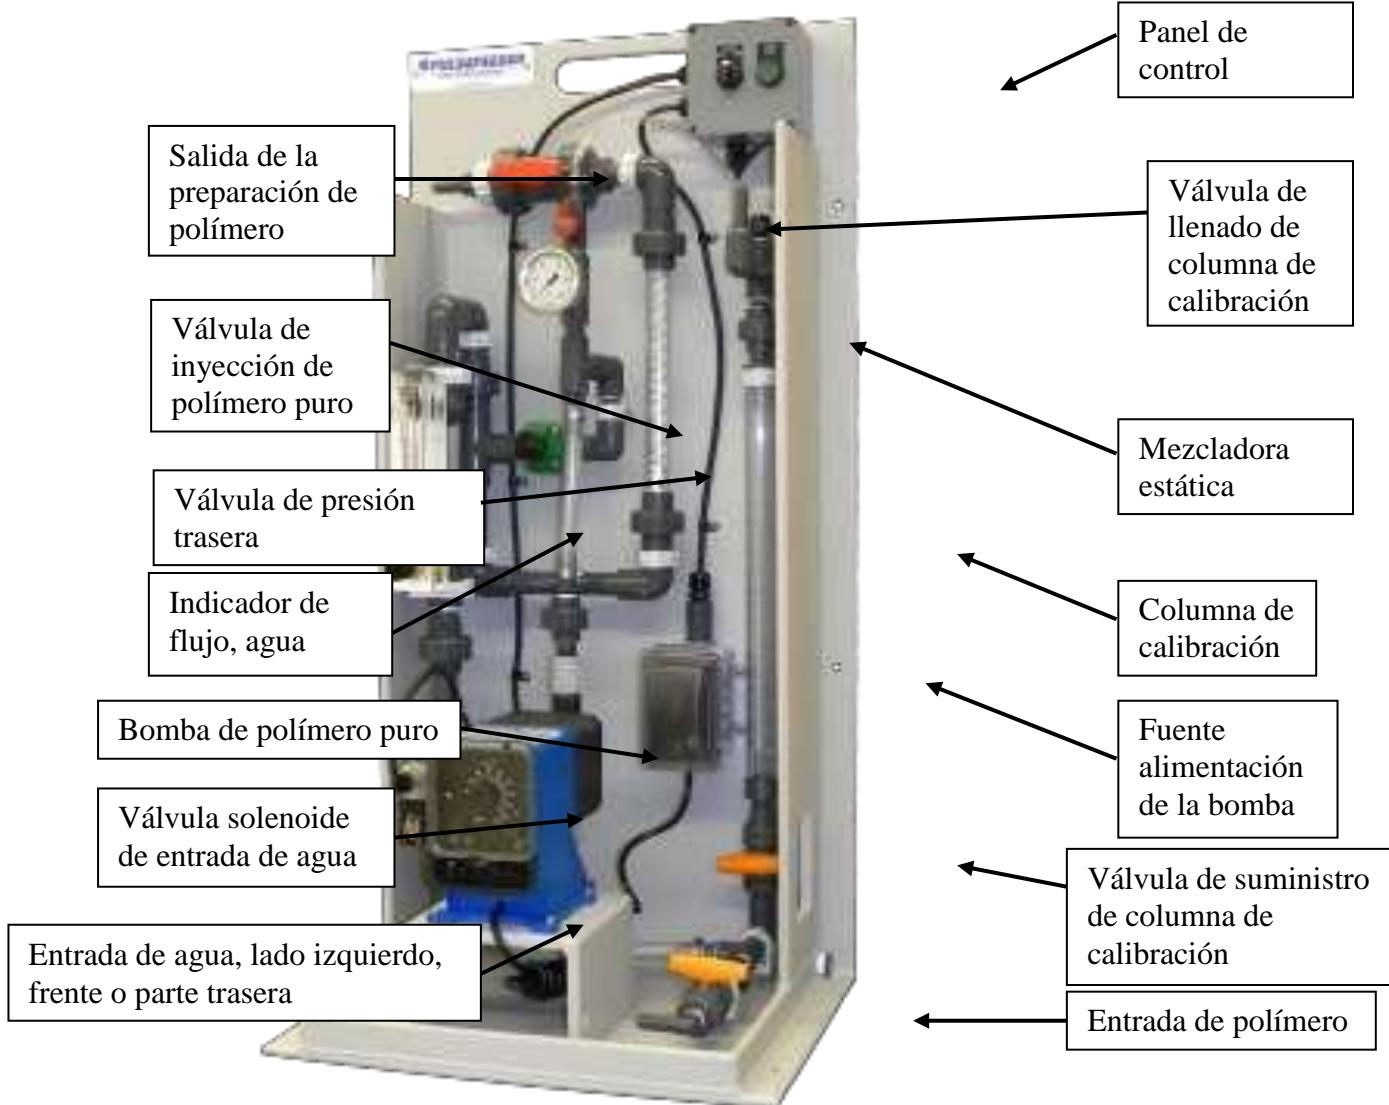

Figura 1
Asegure firmemente el tubo proporcionado de $\frac{3}{4}'' \times \frac{1}{2}''$ de diámetro x 10' de largo del sistema de salida de preparación de polímero al tanque de almacenamiento a la entrada de la preparación de polímero, en las puntas de la manguera con las abrazaderas de manguera provistas; consulte la Figura 1 de la página 6. Es mejor cortar estos tubos a la longitud deseada antes de la instalación, y asegurarse de apoyar los tubos de forma adecuada sobre su longitud pues su peso se incrementará cuando se llene con la preparación del polímero
Esta línea conecta la fuente de polímero puro al sistema de preparación del polímero Pulsafeeder. Consulte la Figura 1 de la página 6. La fuente de polímero puro debe estar ubicada sobre la línea central de la bomba (condición de succión desbordada); asegúrese de que la línea de succión tenga una pendiente inclinada hacia abajo del tanque a la conexión de succión de la plataforma deslizante. El propósito de esto es evitar que se formen bolsas de aire en la línea de succión que puedan afectar la adecuada operación de la bomba. Tome todas las provisiones que considere necesarias para facilitar la operación y mantenimiento como la(s) válvula(s) de aislamiento, conexiones de drenado y/o limpieza, etc., asegurándose de que este sub-sistema permita la **OPERACIÓN SEGURA**.
Esta línea conecta el sistema de preparación de polímero Pulsafeeder a su proceso. Consulte la Figura 1 de la página 6. Si el punto de inyección está por debajo de la fuente de dosificación química o si la inyección a un área de presión baja como la succión de una bomba, se debe ubicar una válvula antisifón/de contrapresión tan cerca como sea posible al punto de inyección para evitar la alimentación química no deseada. Tome todas las provisiones que considere necesarias para facilitar la operación y mantenimiento como la(s) válvula(s) de aislamiento, conexiones de drenado y/o limpieza, etc., asegurándose de que este sub-sistema permita la **OPERACIÓN SEGURA**.
- **Ajuste de sistema consulte la Figura 1**